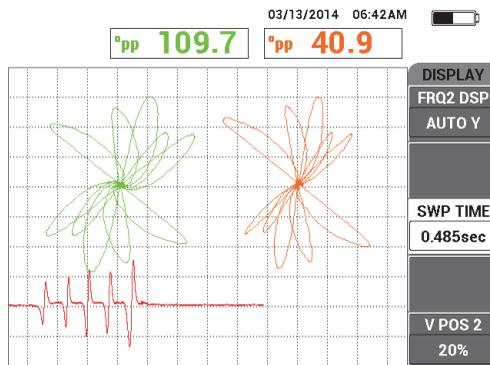

Рис. 5-150 Отображение ленточной диаграммы
1. В зависимости от требований контроля, измените параметры отображения для представления частоты 2 в виде ленточной диаграммы (развертки). Для этого, три раза нажмите клавишу меню DISP () и установите ОТОБР.Ч2 (клавиша A) на АВТО Y (см. Рис. 5-150 на стр. 246).